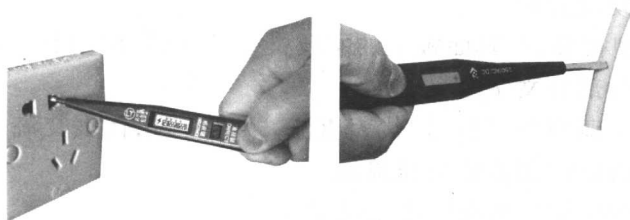

图 1-6 数字式感应电笔的使用
(1) 构造。数字式感应电笔由金属头、绝缘外壳、感应电路、数字显示表组成,面板上有指示灯(有一类无指示灯)、数字显示表、感应断点测检按键、直接测检按键等,如图 1-6 所示。
(2) 检测对象。直接检测 12V~220V 的交、直流电和间接检测交流电的零线、相线和断点。
(3) 使用方法及注意点,如图 1-6 所示。
①最后显示的数字为所测电压值。
②未到高段显示值的 70%时,显示低段值。
③测量直流电时应手碰负极。
④测量小于 12V 电压的物体是否带电,可用感应电极。
⑤带感应电的被测物必须接地或接零。
⑥用感应检测并排线时应增大电线之间的距离或用手按住被测物。
⑦不要同时按住两个电极进行测试,以免测检不准。